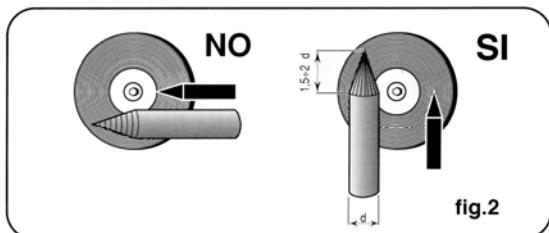

fig.2
E' necessaria una particolare attenzione nella preparazione della punta dell'elettrodo, smerigliarla in modo che presenti rigatura verticale come indicato in fig. 2.
- Smerigliare l'estremità dell'elettrodo di tungsteno in forma conica per una lunghezza di 1,5 - 2 volte il diametro dell'elettrodo (fig. 2).